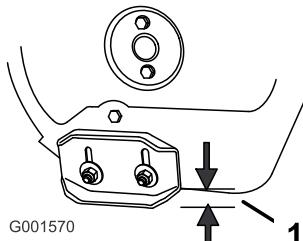

Figura 33
2. Allentate i dadi che fissano entrambe le slitte ai lati della coclea, finché le slitte non scorrono liberamente verso l'alto ed il basso (Figura 33).